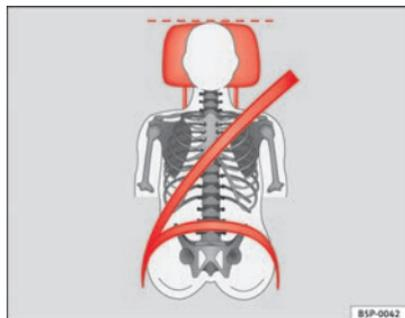
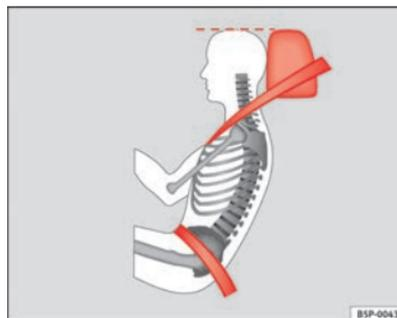

Fig. 90 Vue de face : appuie-tête et ceinture réglés correctement
Fig. 91 Vue de côté : appuie-tête et ceinture réglés correctement
- Ajustez l'appuie-tête de sorte que le bord supérieur de celui-ci soit à la même hauteur que la partie supérieure de la tête, et au minimum à la hauteur des yeux ⇒ fig. 90 et ⇒ fig. 91.